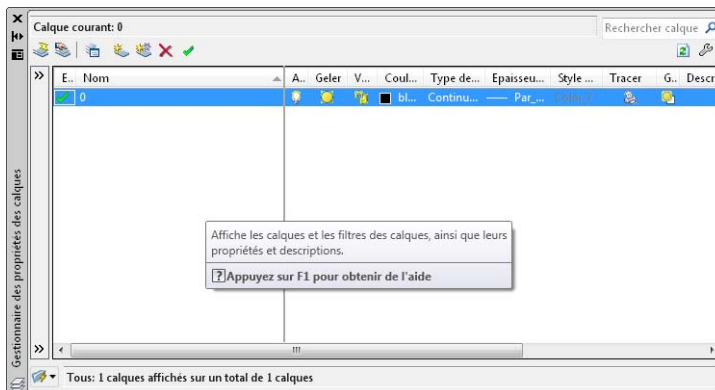

Figure 4.33
1. Prenez un dessin vierge et ouvrez le gestionnaire de propriétés des calques (voir Figure 4.33). Par défaut, seul le calque système 0 existe. Nous allons créer un jeu de calques.